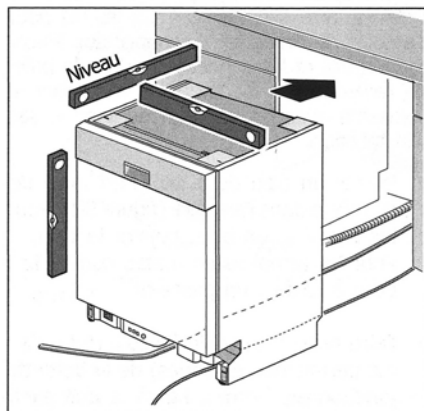

Figure 11
- Étendre le tuyau d'eau chaude et le fil électrique (voir figure 11).